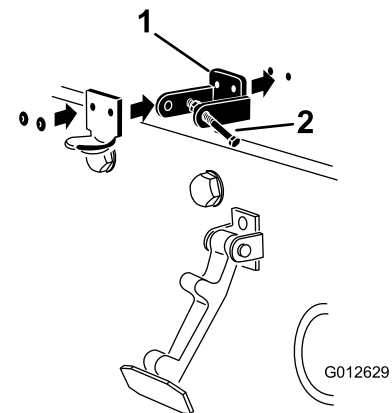

図 6
6. ブラケットとワッシャをフードにリベットで固定する 図 6。